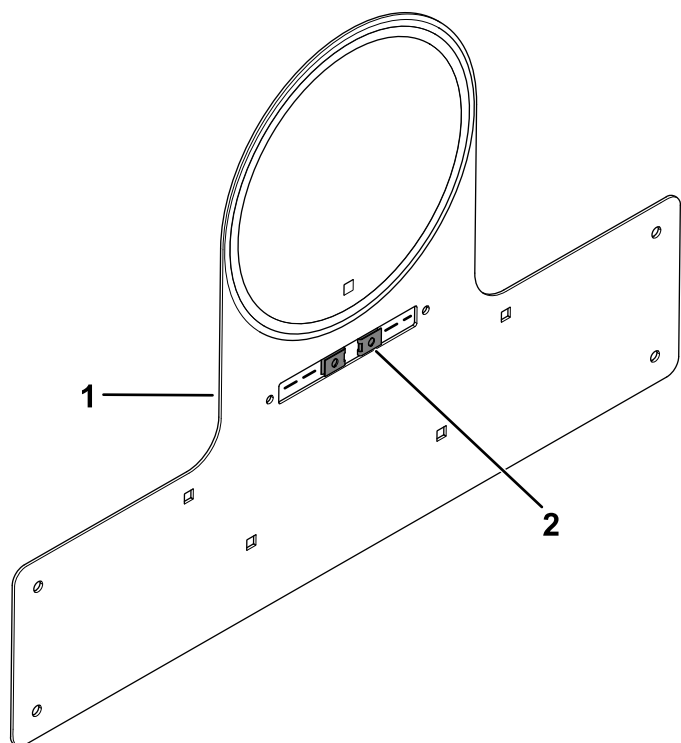
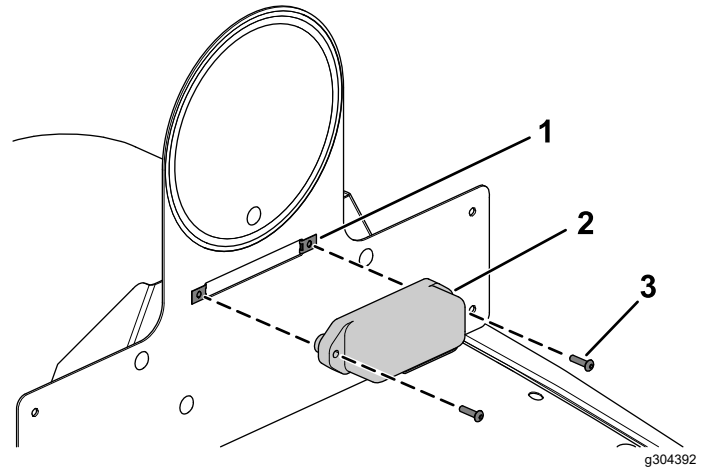

Figure 26
Figure 39
6. Installez les 2 écrous de vitesse sur le support du panneau de vitesse (Figure 26).
- Connectez le faisceau à l'éclairage de la plaque (Figure 39).
- Fixez l'éclairage de la plaque au support du panneau de vitesse assemblé à l'aide des 2 écrous rapides installés à la Figure 26 et de 2 boulons à tête ronde (n° 10 x 3/4"), comme montré à la Figure 39.